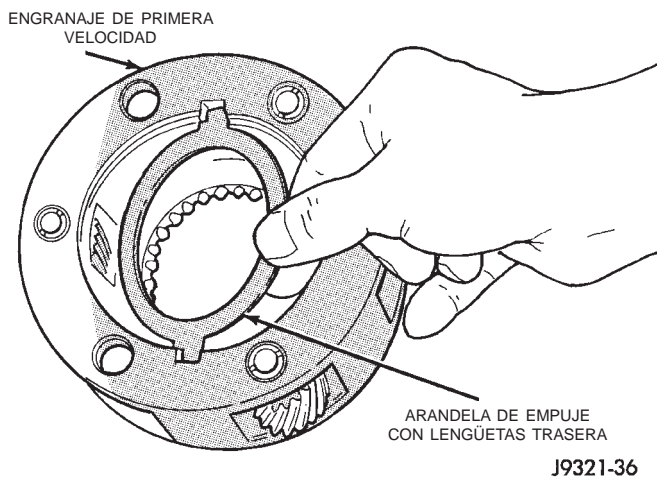

Fig. 39 Desmontaje de la arandela de empuje con lengüetas trasera
(5) Retire la arandela de empuje con lengüetas trasera del engranaje de primera velocidad (Fig. 39).